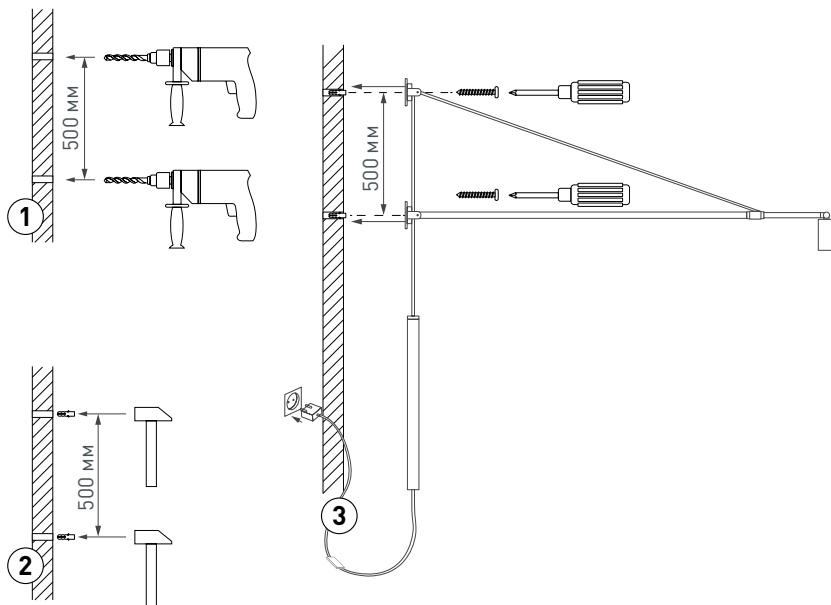

Рис. 2. Установка и подключение светильника
- 3.3. Закрепите верхний и нижний кронштейн винтами, как показано на рис. 2. Убедитесь, что они расположены строго по вертикали иочно закреплены, кабель свободно перемещается и не перекручивается.